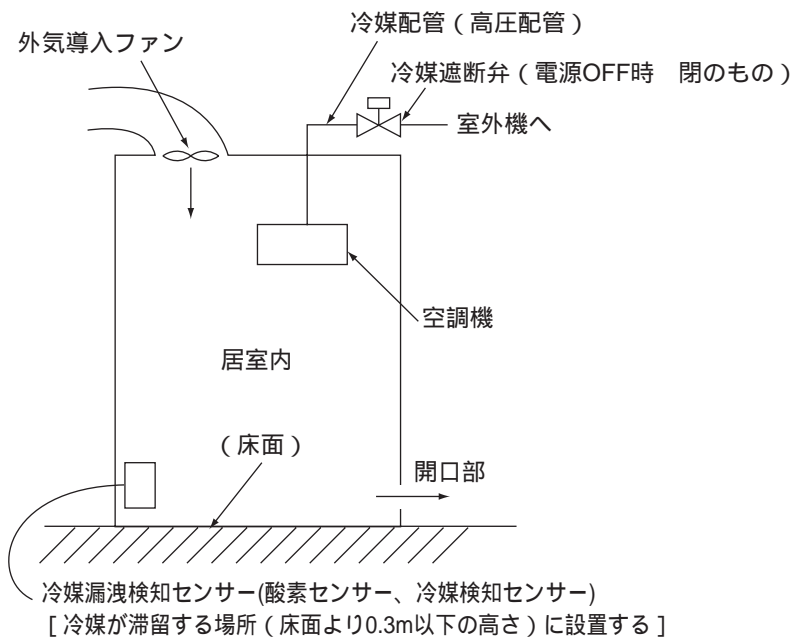
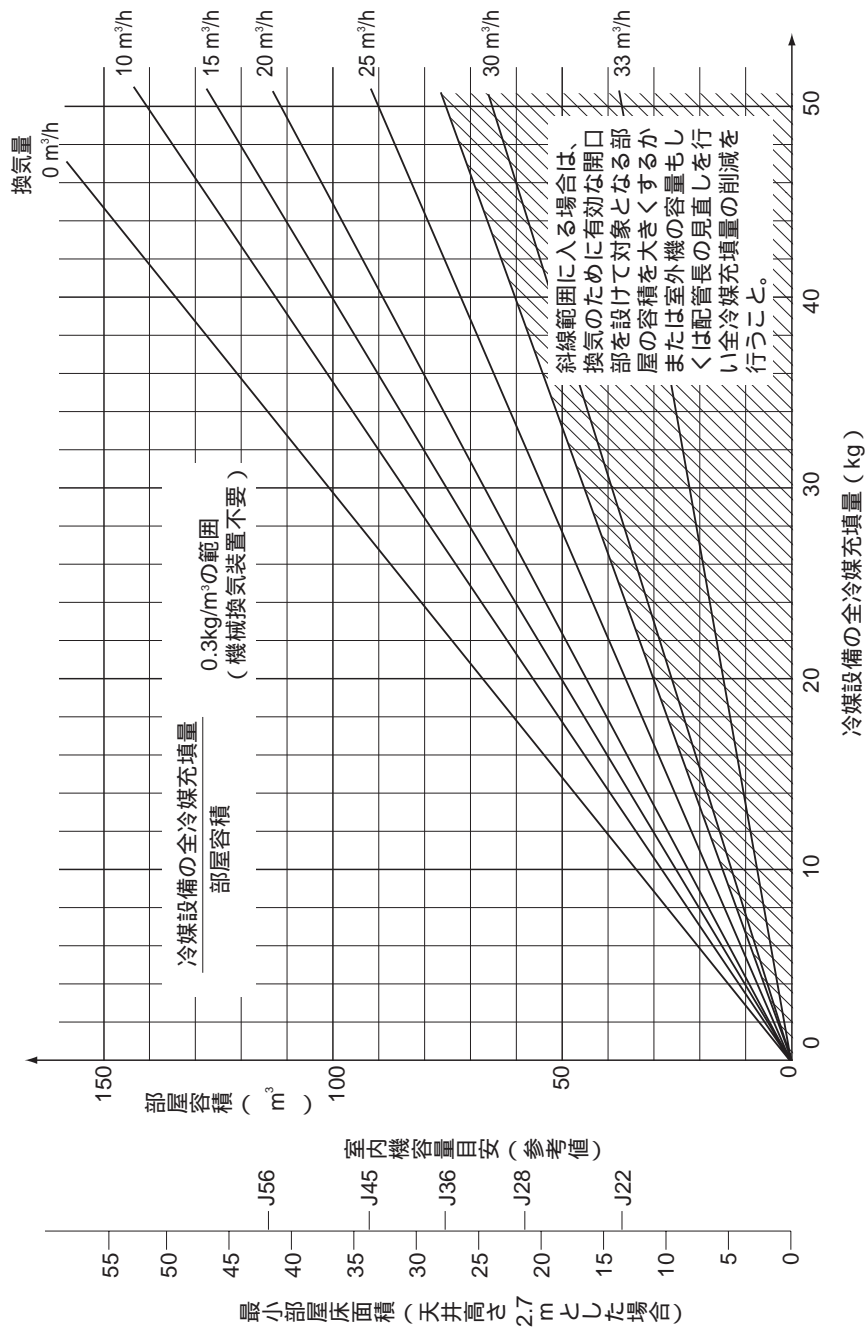

図4 常時換気システムと冷媒遮断弁の併設
図1 換気量によるシステムの選定
換気量は対象冷媒設備の全冷媒充填量と部屋容積によって図1に示す量以上としてください。
- (a)換気システムを設置する場合でも図1の斜線で示す範囲は万一の換気システムの故障を考え選定しないようにしてください。この範囲に入る場合は原則的に **対応1** **対応2** に示すように換気のために有効な開口部を設けて対象となる部屋の容積を大きくするかまたは、室外機容量もしくは配管長の見直しを行い全冷媒量の削減を行ってください。
- (b)換気システムを設置した場合で図1の斜線で示す範囲に入り、**対応1** **対応2** がとれない場合は、換気システムとは別の独立した安全確保のための手段を設けてください。具体的には冷媒漏洩時のセンサ - によって作動する冷媒遮断弁や在室者の危険を知らせる確実な警報システムです。この場合センサーは上記換気システム作動用のセンサ - とは別にしてください。図4に冷媒遮断弁併設の場合を示します。